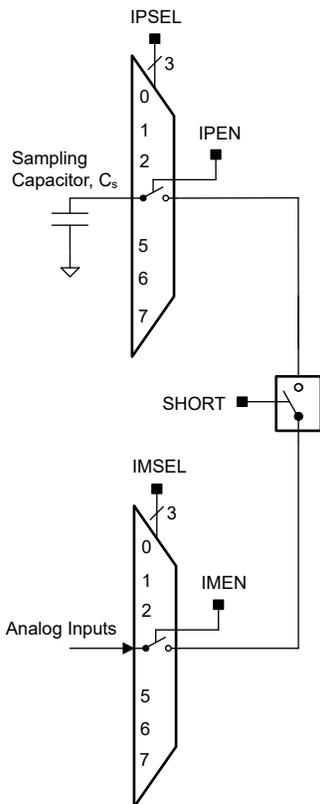

図 6-7. コンパレータ・ショート・スイッチ
図 6-7 に示すように、必要なサンプリング時間はサンプリング・コンデンサ (CS) のサイズ、ショート・スイッチ (R) と直列に接続された入力スイッチの抵抗、外部ソース (RS) の抵抗に比例します。サンプリング・コンデンサ CS は 100pF より大きい必要があります。サンプリング・コンデンサ CS を充電する時定数  $\tau$  は、以下の式で計算できます。